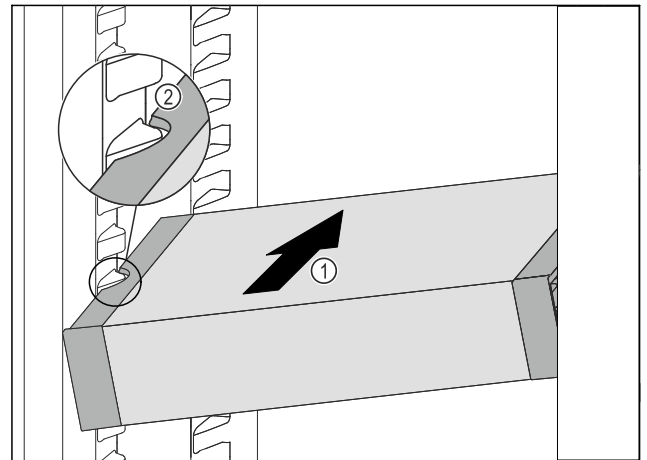

Fig. 95
- ▶ 将 VarioSafe 斜插入冷藏区中 Fig. 95 (1)，直至 VarioSafe 的侧部凹槽 Fig. 95 (2) 与冷藏区中的容器肋梁持平。